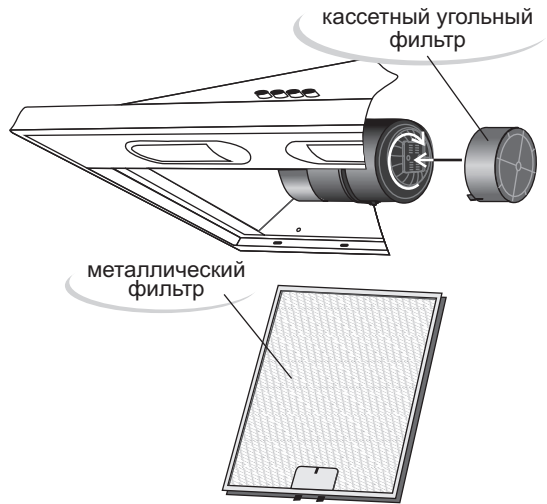
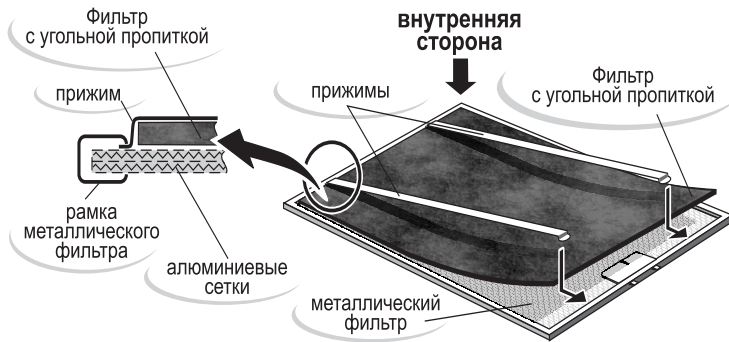

Рис. 3
Рис. 4
- 5.2 С помощью угольных фильтров (рекомендуется устанавливать на воздухоочистителе, работающие в циркуляционном режиме) всасываемый воздух, дополнительно очищается частицами активированного угля. На воздухоочистителе могут быть установлены (согласно таблице 3) кассетные угольные фильтры (рис.3), либо фильтры с угольной пропиткой (рис.4). Угольные фильтры не подлежат регенерации и должны заменяться примерно каждые шесть месяцев (в зависимости от интенсивности эксплуатации). Для установки кассетного угольного фильтра оденьте его на фиксирующие элементы в центре вентилятора и поверните по часовой стрелке до упора (рис. 3). Демонтаж фильтра производится в обратном порядке.